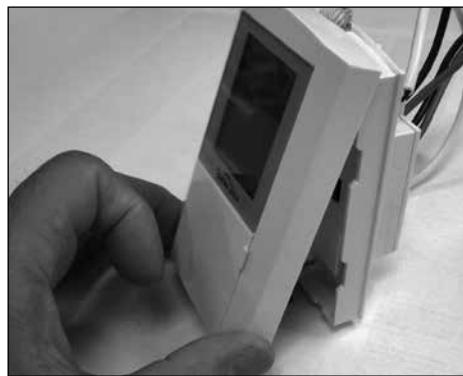

Figure 3
- Desserrer la vis en bas du panneau avant et soulever le panneau avant de la manière indiquée à la figure 3.